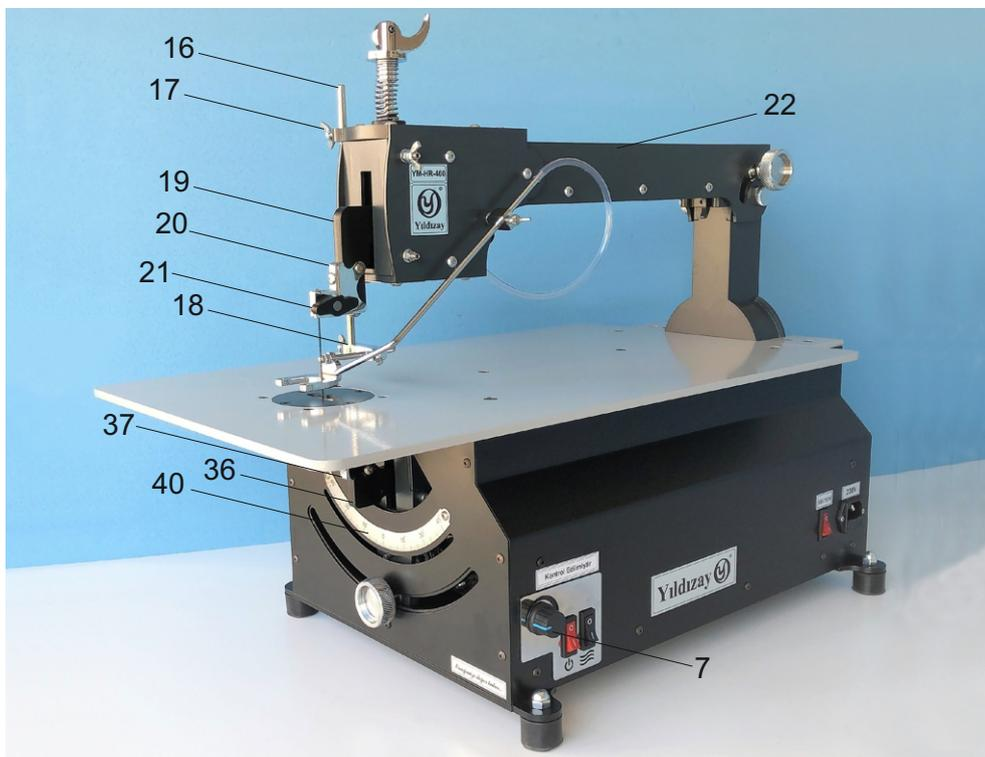

Bild 2
2. Inverter (16) System drucken:
Bringen Sie das Nähwerkzeug (16) an der Nähfußeinheit (18) an, indem Sie die Presse führen, indem Sie sie an ihren Stellen wie dem Globus in Bild 2 befestigen.
3. Schutzschild (12) Hardware: